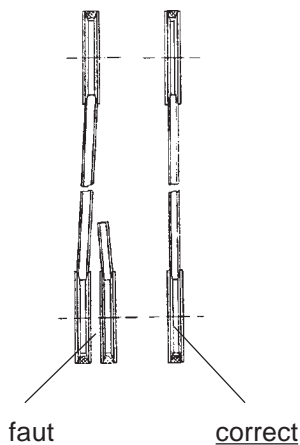

Fig. 6.1
- Monter le moteur de façon que les poulies du moteur et de la machine soient bien alignées (Fig. 6.1).